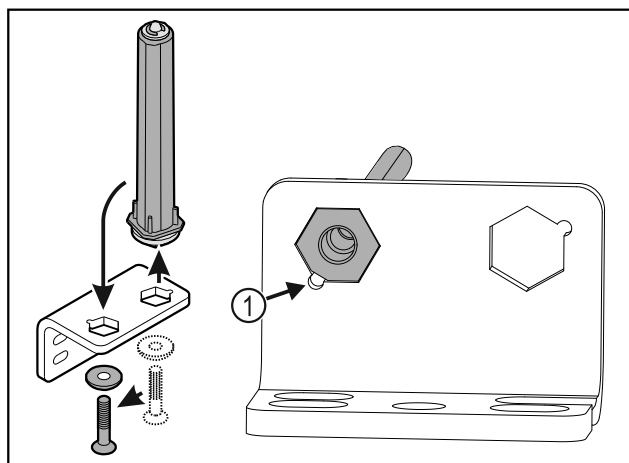

Fig. 34
- Lors de l'insertion de l'axe, veiller à ce que son chanfrein Fig. 34 (1) soit du côté du trou rond.